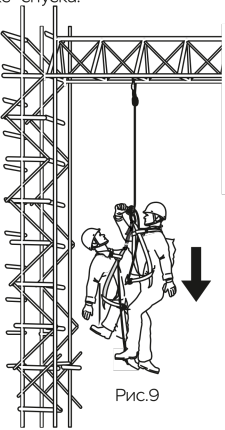

Рис.9
- Произведите спуск с пострадавшим (рис.9).